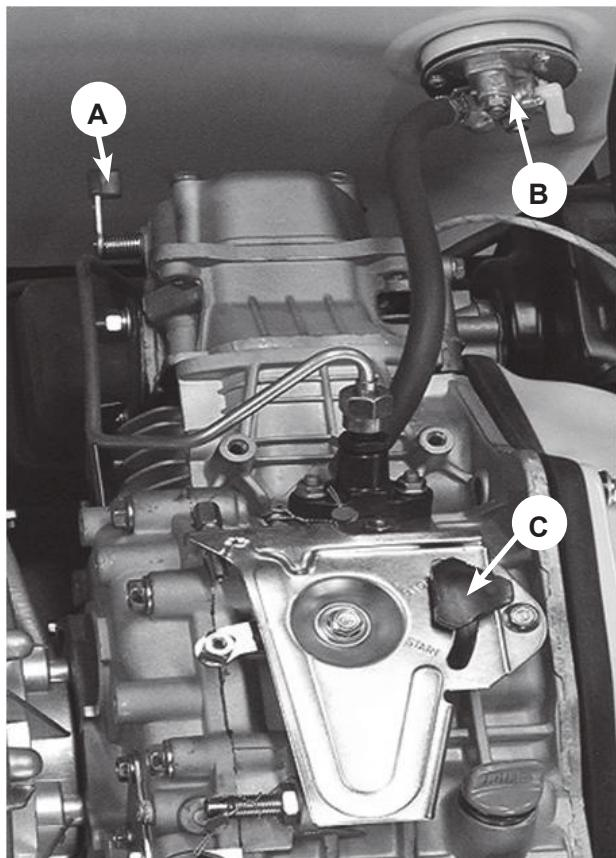

Рис.11
2. Откройте топливный кран (B) Рис.11
4. Переведите рычаг регулировки оборотов (C) в положение «Старт» Рис.11
6. Опустите рычаг декомпрессора (A) вниз Рис.11 (он автоматически вернется в исходное положение, после запуска или когда вы снова потяните шнур стартера).
8. После запуска рычагом (C) установите необходимое количество оборотов двигателя.
3. Откройте топливный кран(B) Рис.11
5. Переведите рычаг регулировки оборотов (C) в положение «Старт» Рис.11
6. Опустите рычаг декомпрессора(A) вниз (рис.11)
- Закройте топливный кран(В) Рис.11